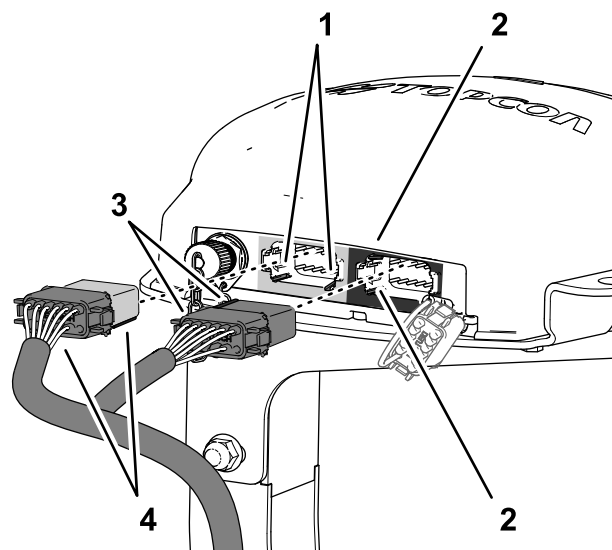

Рисунок 161
- Совместите 2 контрольные точки на длинной лицевой стороне 12-гнездового разъема жгута проводов передачи данных, обозначенного AGI4, КОНТРОЛЬНАЯ ТОЧКА "А" (СЕРЫЙ), с 2 контрольными пазами в нижней горизонтальной стенке левого (серого) 12-штыревого разъема навигационного приемника (Рисунок 161).
- Вставьте разъем AGI4 КОНТРОЛЬНАЯ ТОЧКА "А" (СЕРЫЙ) жгута проводов передачи данных в левый (серый) 12-штыревой разъем навигационного приемника так, чтобы разъемы надежно зафиксировались со щелчком (Рисунок 161).
- Совместите 2 ключевые точки на короткой стороне 12-гнездового разъема жгута проводов передачи данных с маркировкой AGI4, КОНТРОЛЬНАЯ ТОЧКА "В" (ЧЕРНЫЙ), с 2 контрольными пазами в левой вертикальной стенке правого (черного) 12-штыревого разъема навигационного приемника (Рисунок 161).
навигационного приемника так, чтобы разъемы надежно зафиксировались со щелчком (Рисунок 161).